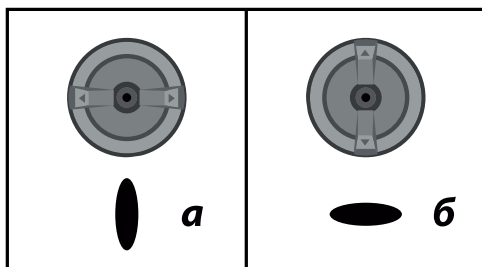

Рис. 2
- а) горизонтально - для формирования вертикального факела при окраске вправо-влево (Рис. 2а);
- б) вертикально - для горизонтального факела при окраске вверх- вниз (Рис.2б);
9. Для регулировки интенсивности распыления поверните рычаг (2), чтобы отрегулировать необходимую форму факела от круглой до овальной.
10. При пробной окраске определите необходимую скорость ведения распылителя для равномерной окраски и расход материала, во избежание, при большой скорости и недостаточном расходе, неравномерного покрытия; а при низкой скорости и избыточном расходе - потеков материала. Регулировка расхода материала осуществляется вращением регулятора (2).